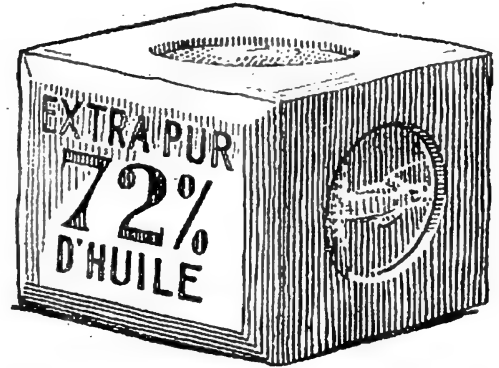

Fig. 2. — Un morceau de savon
**1. Le savon frais.** — L'épicier le vend en *pains* ou en *morceaux* qui ont à peu près la forme d'un cube (*fig. 2*).